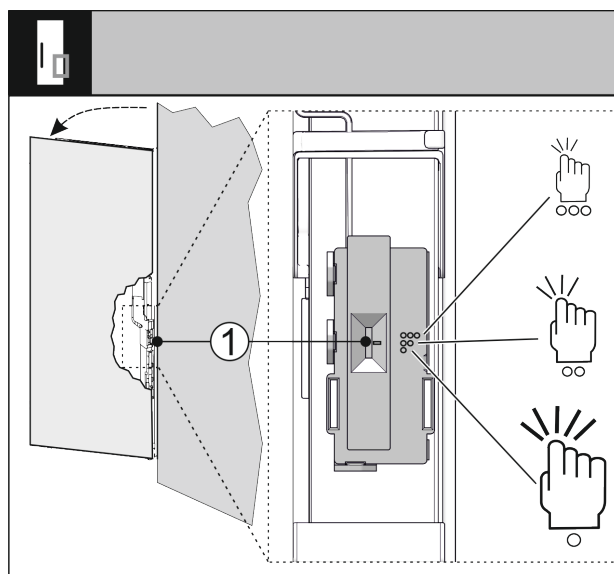

Fig. 72
Si può regolare la sensibilità del sensore di battito in testa mediante un interruttore Fig. 72 (1). L'interruttore è, lato cerniera, sulla terza sezione inferiore della porta.
- Spostare l'interruttore Fig. 72 (1) nella posizione dell'interruttore desiderata.